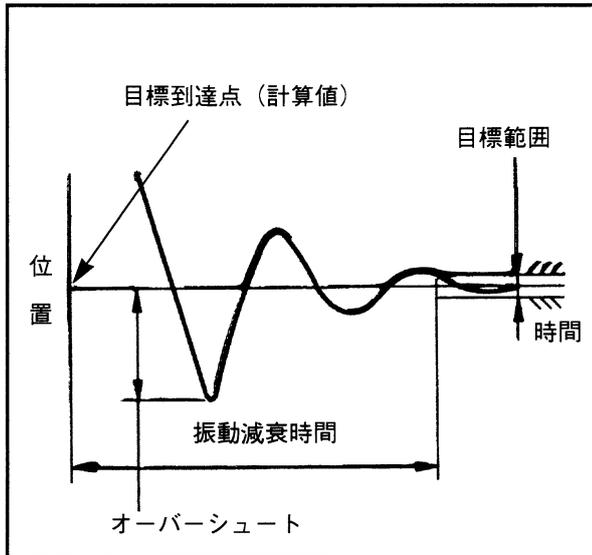
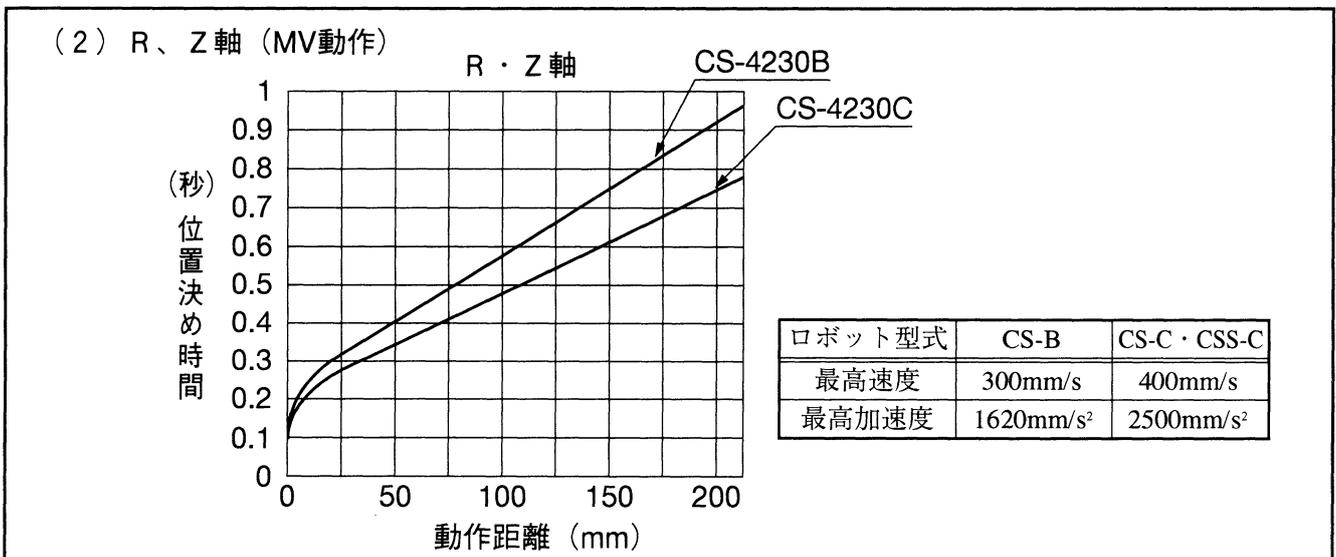
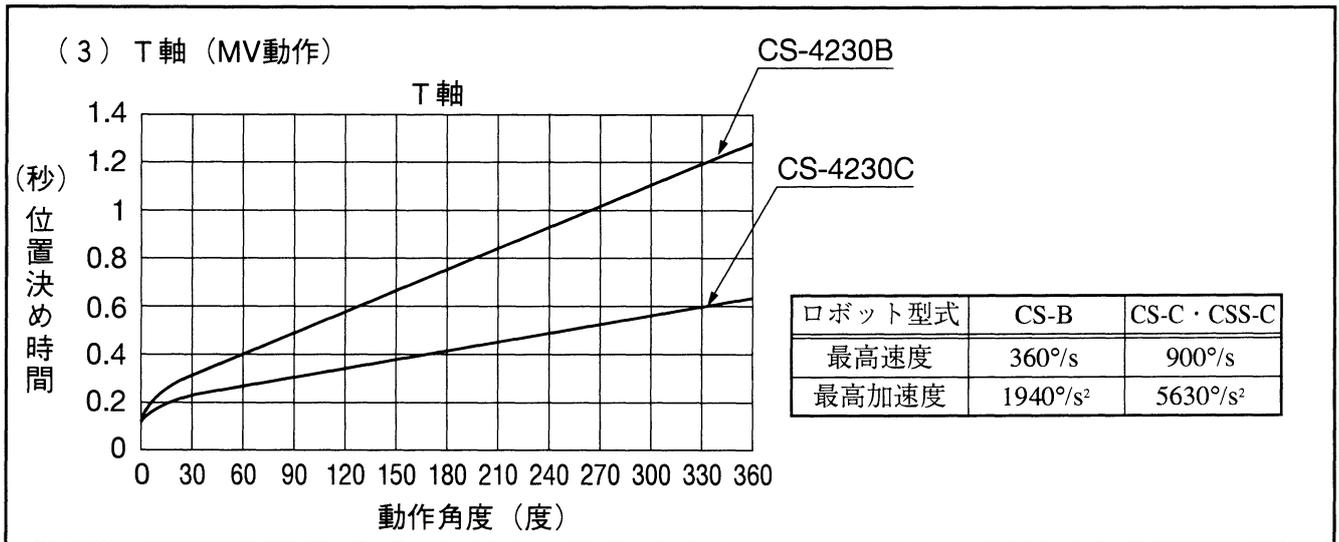
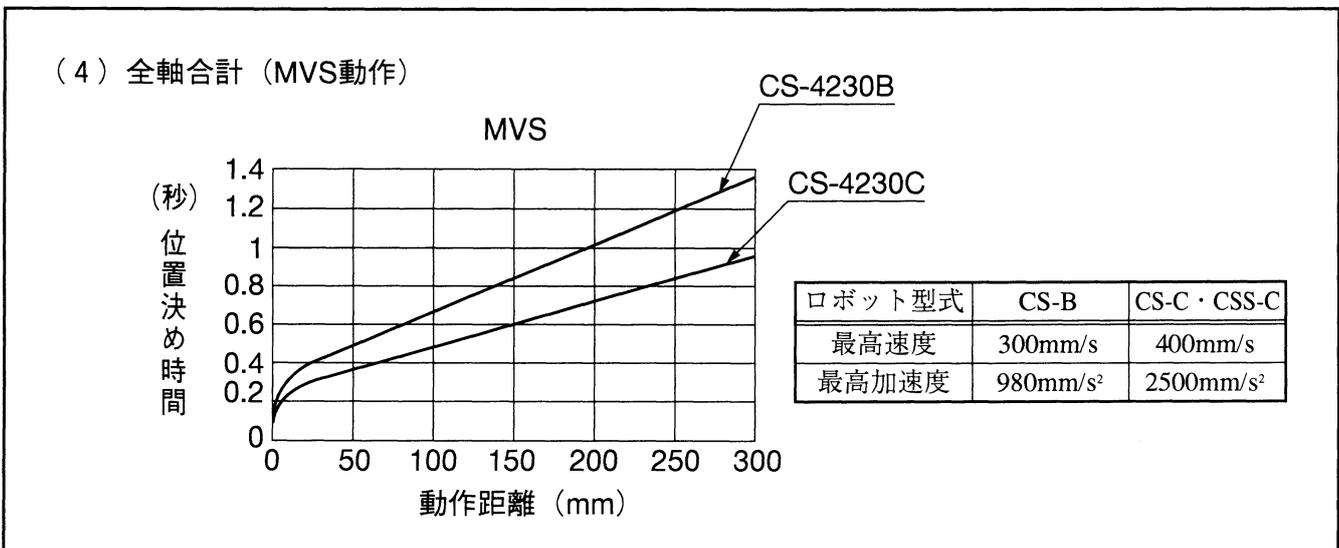

図1-7 振動減衰時間
図1-9 R、Z軸 (MV動作)
図1-10 T軸 (MV動作)
図1-11 全軸合計 (MVS動作)
- ①サイクルタイムの算出に使う位置決め時間のグラフを図1-8・図1-9・図1-10・図1-11に示します。
- ②位置決め時間は、ロボットの動作開始から目標点に達するまでに要する時間を示します。
- ③ロボットを位置決め目標点に向かって動作させると目標到達点を越えたあと、図1-7のように振動が減衰し目標点に位置決めされます。この振動減衰時間はグラフに考慮されていません。